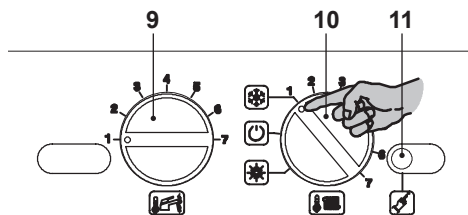
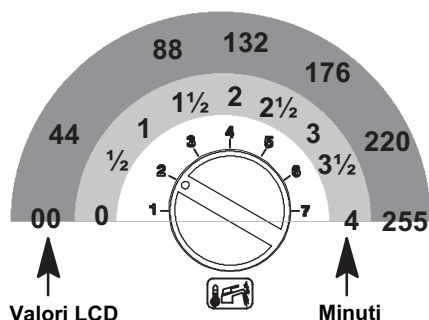

Figura 5.52
Figura 5.56
- Prima di alimentare elettricamente la caldaia posizionare le manopole 9 e 10 come indicato in Figura 5.52.
- Per settare il tempo di postcircolazione della pompa bisogna entrare nella programmazione premendo per 15 secondi il pulsante di ripristino 11, in Figura 5.52 fino alla comparsa del parametro **P01** sul display LCD; sul display LCD compare la seguente visualizzazione (la sequenza **P01** si alterna -- -- --).
- Premere il pulsante di ripristino 11 in Figura 5.52 per lo scorrimento dei vari parametri sino al raggiungimento del parametro **P11** valido per il settaggio postcircolazione della pompa; sul display LCD compare la seguente visualizzazione (la sequenza **P11** si alterna **44**).
Per cambiare il settaggio ruotare la manopola di regolazione temperatura sanitari 9 in Figura 5.52 e posizionarla sul tempo prescelto Figura 5.56.
Il passo del settaggio della manopola 9 Figura 5.56 corrisponde a un valore letto sul display LCD di circa 44 (40 secondi) e questo valore può essere variato fino a circa 255 (4 minuti); nell'LCD la sequenza P11 si alterna con 60.